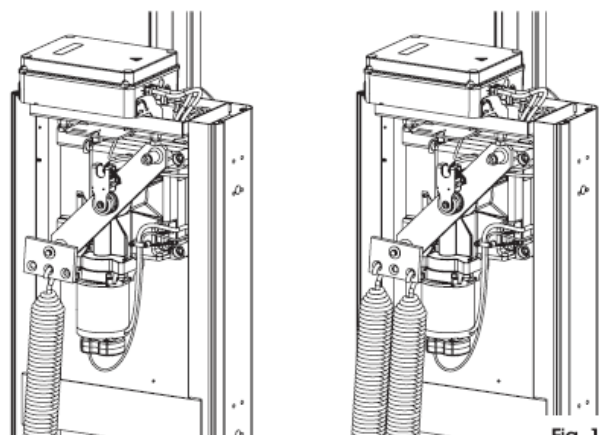

Fig. 19
- Positionner le ou les ressorts sur le plateau de support d'après la fig. 19.